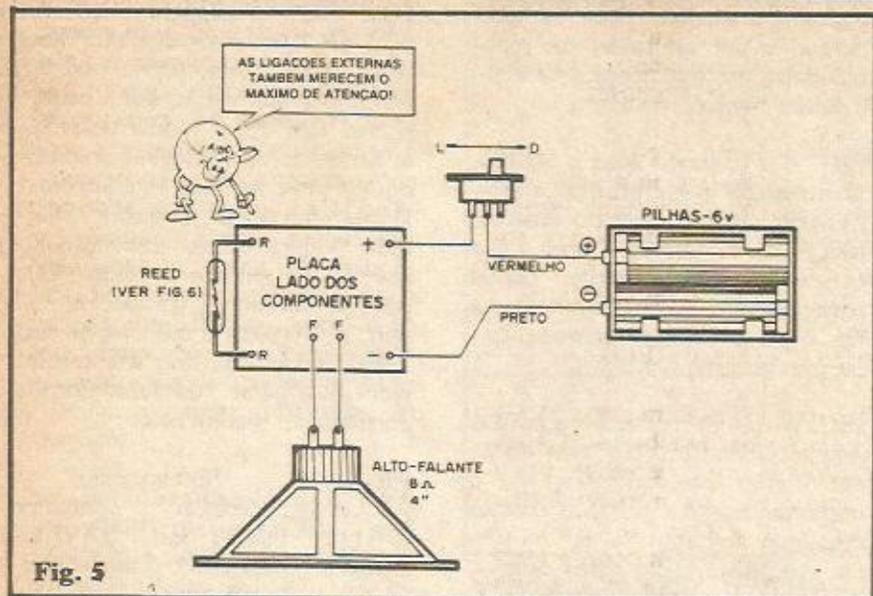

Fig. 5
- FIG. 5 - Em TODAS as demonstrações "visuais" das montagens em Circuito Impresso, aqui em ABC, depois do "chapeado" o Leitor verá sempre o DIAGRAMA DE CONEXÕES EXTERNAS À PLACA (fig. 5), que mostra (como seu nome indica...) todas as ligações feitas entre a placa e os componentes, chaves, controles, sensores, peças de apoio QUE DEVAM FICAR FORA DA DITA PLACA! Pontos a observar (agora e SEMPRE...):
- Comparar sempre a figura referente às ligações externas (fig. 5, no caso) com o "chapeado" (fig. 4) notando, inicialmente, a CODIFICAÇÃO atribuída às chamadas "ILHAS PERIFÉRICAS" (furações geralmente posicionadas nas bordas da placa, e destinadas justamente às tais CONEXÕES EXTERNAS). Todas essas ilhas e furações, dentro da Norma ABC, são claramente identificadas por LETRAS, NÚMEROS ou SÍMBOLOS. Atenção a isso...